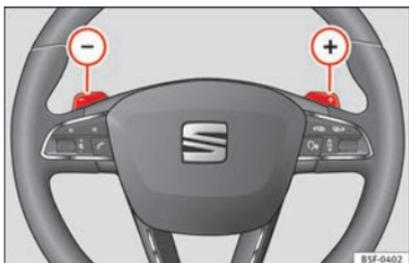

Fig. 196 Volant : palettes pour boîte automatique.
- Appuyez sur la plaquette (+) pour passer une vitesse supérieure » **fig. 196.**